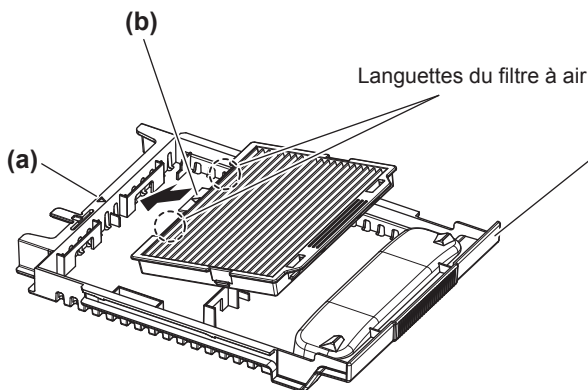

Fig. 1
1) Retirez le couvercle de la lampe. (Fig. 1)
- Fixez le filtre à air en alignant l'inscription (\triangle) sur le (a) et le (b) et en insérant les languettes du filtre à air dans le boîtier du filtre à air. (Fig. 1)